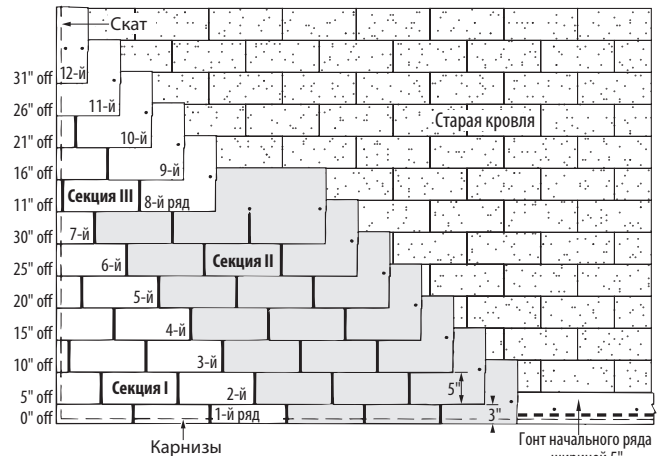

Рис. 13-15. Двенадцать вверх, на пять обрезка, встык.
2. Отрежьте 12,7 см первого гонта начального ряда и уложите получившийся кусок длиной 78,7 см на первый ряд в левом нижнем углу существующей кровли (Рис. 13-15).
1. Первый ряд укладывается из полосовых гонтов размером 25,4 см x 91,4 см, изготовленные путём обрезки язычков стандартных гонтов в нижней части на 5 см. (Рис. 13-15).
1. В начале второго ряда отрежьте 12,7 см от левого края гонта и расположите его верхний край встык с кромкой гонта в старом четвёртом ряду (Рис. 13-15).
5. В результате будет закончена «Секция I» (Рис. 13-15) и уложены первые семь рядов 12-рядного повторяющегося цикла.
1. В начале восьмого ряда отрежьте 27,9 см от левого края гонта и наложите кусок шириной 63,5 см на гонт седьмого ряда вровень с его левым краем (Рис. 13-15).